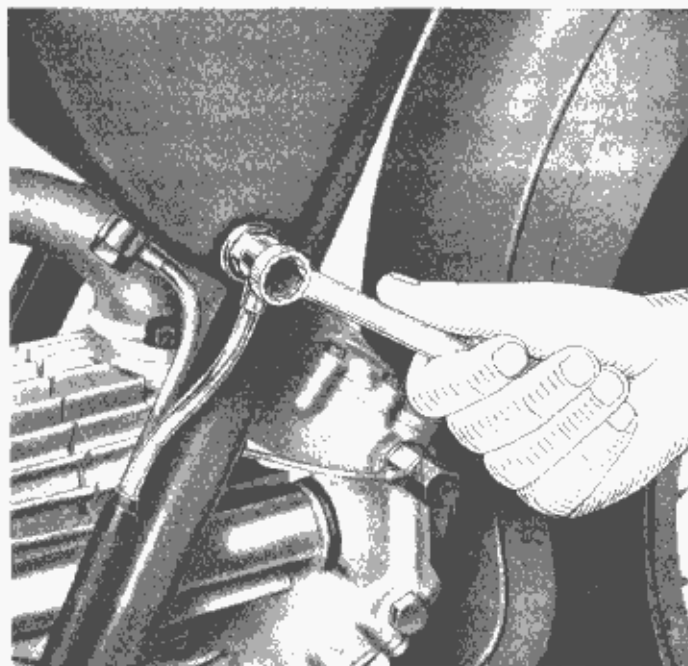

Fig. 5
zione (vedere fig. 5) e il dado che tiene il filtro; indi pulirlo accuratamente.
N.B. - La suddetta misura deve essere presa sulla periferia del volano (vedere fig. 5 B).